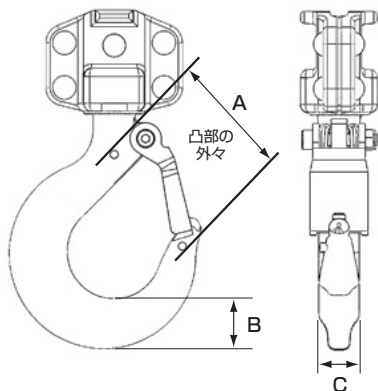

図21 フック寸法
- (1)購入時に図21 A・B・C寸法を測定し、その実測値を表2の空欄に記録してください。参考基準値を元に限界寸法を決めることもできますが、鍛造品のため多少の寸法誤差が出ることをご了承ください。
- (2)A・B・C寸法が表記の限界寸法に達している場合は新品と取り替えてください。
- (3)フックの口は、定格荷重をオーバーする荷重が掛けられたり、先端部に集中的に荷重がかかったりすると開いていきます。
- (4)口の開いたフックは、本来の強度・衝撃吸収性能を失っていきますので、限界値を超えたものは交換してください。
- (5)口の開いたフックを加熱補修して使用することは大変危険ですので絶対にしないでください。キズが深さ1mm以上あるもの、曲がり・ねじれがあるものも新品と取り替えてください。